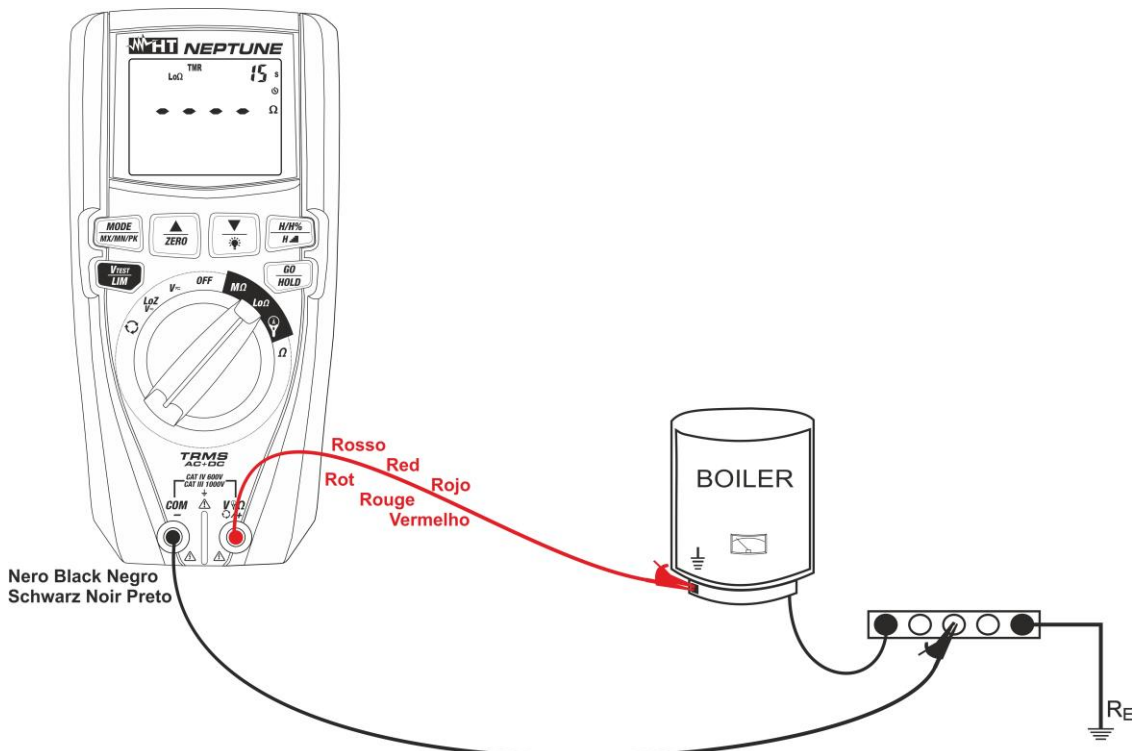

Fig. 29: Uso del instrumento para medida continuidad en modo TMR
7. Inserte el conductor rojo en el terminal de entrada **V Ω +/+** y el conductor negro en el terminal de entrada **COM/-** y conecte el instrumento a la instalación en examen (ver la Fig. 29)